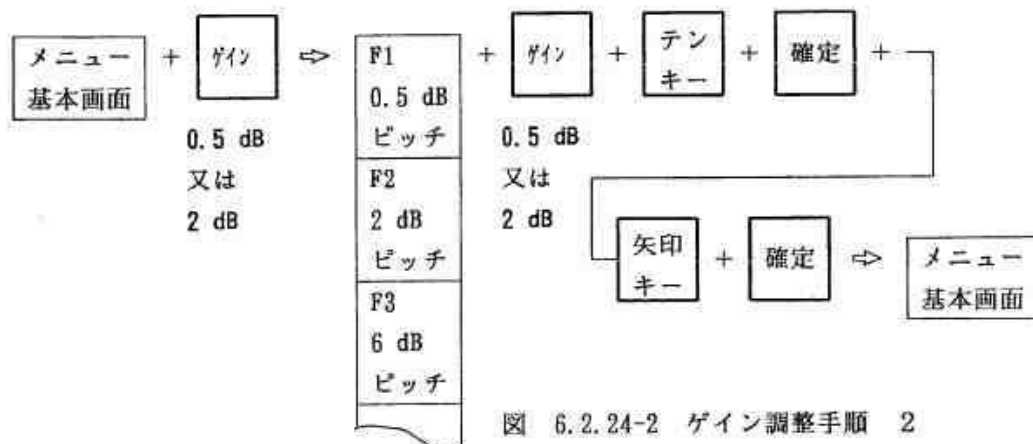

図 6.2.24-2 ゲイン調整手順 2
① 機能キー [ゲイン・0.5 dB] を1回押すと、図 6.2.24-3 のように押した機能キーに